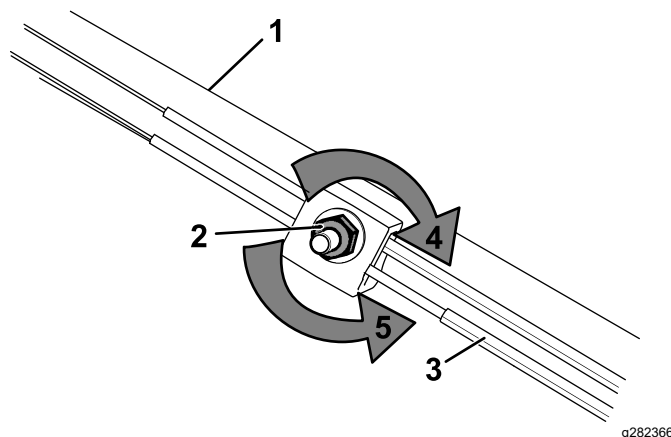

Figura 52
1. Rode a porca de ajuste no sentido contrário ao dos ponteiros do relógio para folgar o ajuste do cabo (Figura 52).
2. Ajuste a tensão do cabo (Figura 52) empurrando-o para a frente ou puxando-o para trás e mantendo a posição.